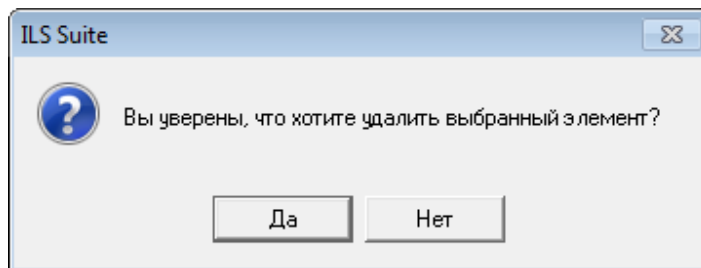

Рис. 10-40 – Диалоговое окно при удалении папки
- 4) В открывшемся диалоговом окне нажать «Да» для подтверждения действия (рис. 10-40).